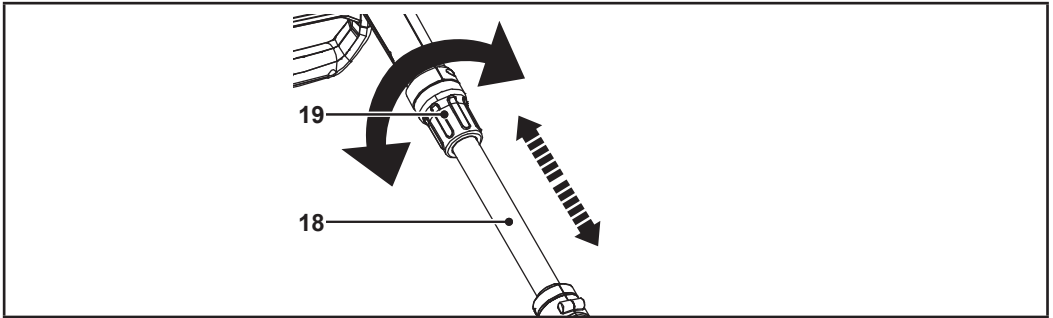

Fig. 5
1. Desserrer le verrou du tube d'extension (19) (Fig. 5).
2. Régler le tube d'extension (18) (Fig. 5).
3. Serrer le verrou du tube d'extension (19) (Fig. 5).
4. S'assurer que le tube d'extension (18) est verrouillé.